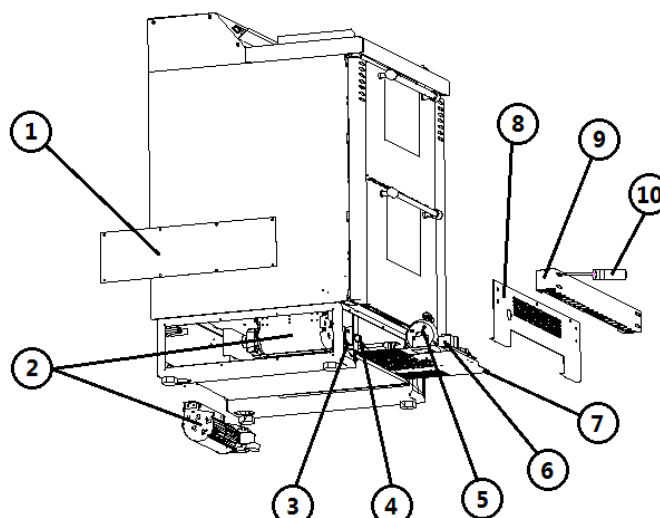

Fig. 34 - Vista laterale
LEGENDA	Fig. 34 a pag. 33
- Sganciare il cruscotto inferiore allentando le 4 viti poste all'interno delle asole ellittiche dello stesso (vedi **Fig. 34 a pag. 33**).
- Svitare le 8 viti dei coperchi laterali destro e sinistro della base (vedi **Fig. 34 a pag. 33**).